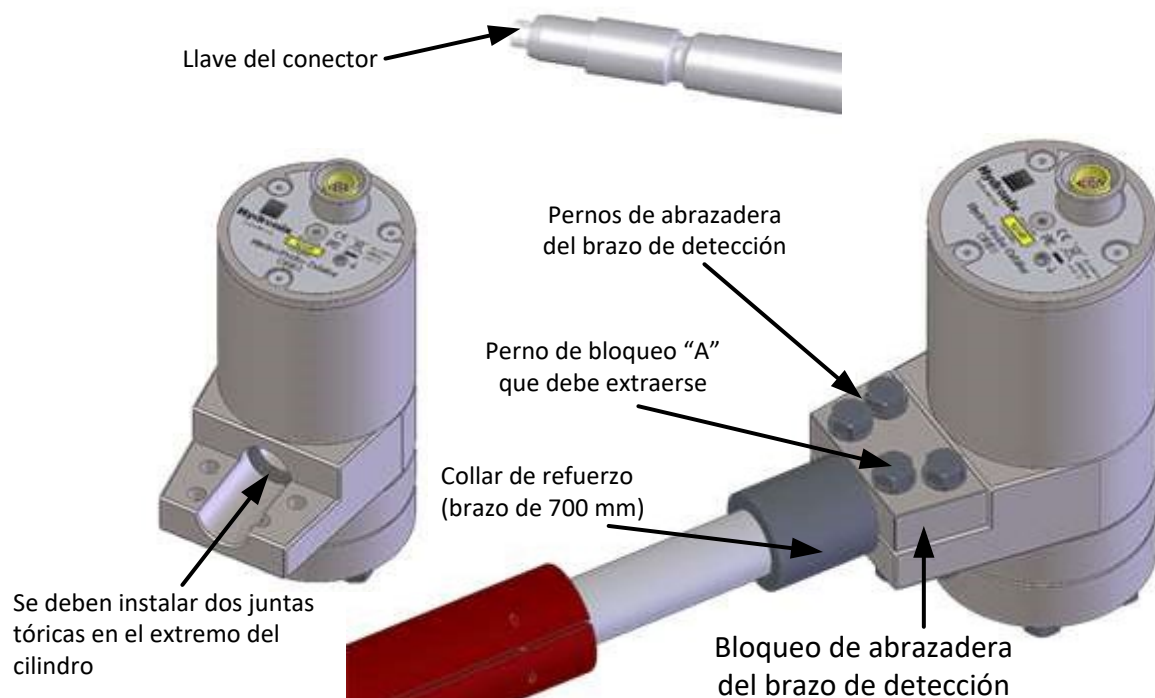

Ilustración 2: Instalación del brazo de detección en el cabezal
- Afloje los 4 pernos de la abrazadera del brazo de detección del cabezal y extraiga el perno de bloqueo (A).
- Instale las dos juntas tóricas. Estas deben situarse dentro del bloqueo de la abrazadera contra el escalón (Ilustración 2).